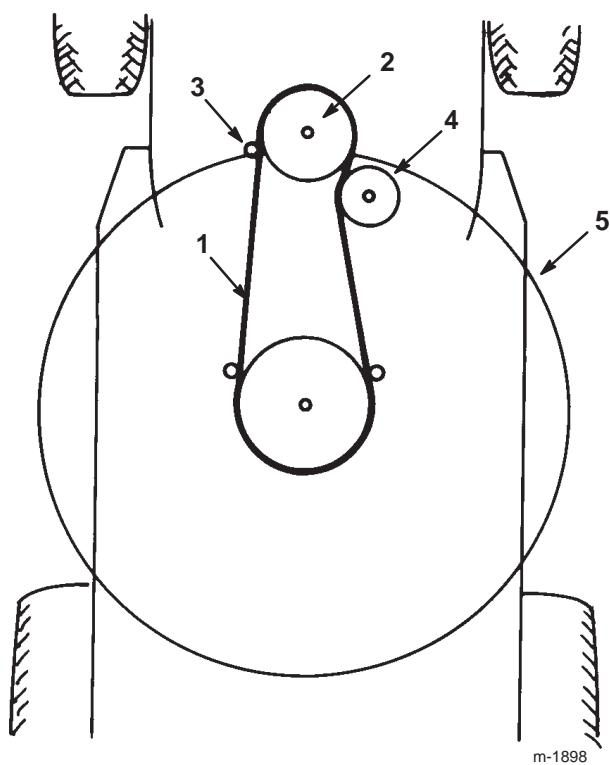

Bild 36
- 18.** Nehmen Sie den Mähwerkriemen von der unteren Motorscheibe ab (Bild 36).
- 10.** Montieren Sie den Mähwerkriemen an der unteren Motorriemenscheibe (Bild 36).